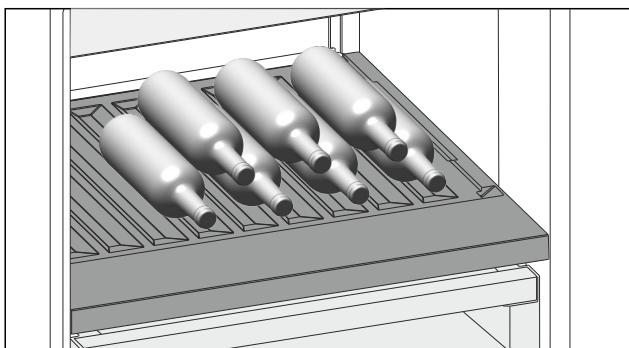

Fig. 114
- Stavite boce s dnom prema stražnjoj stijenci hladnjaka. (pogledajte Fig. 114)